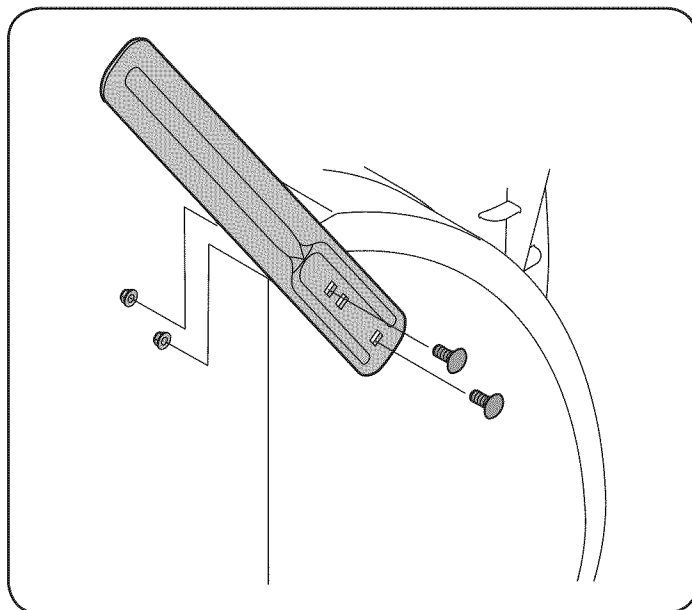

Figura 13
2. Gire los cortadores de desplazamiento de nieve y posícionelos según se muestra en la Figura 13 hacia el exterior de la caja de la barrena.